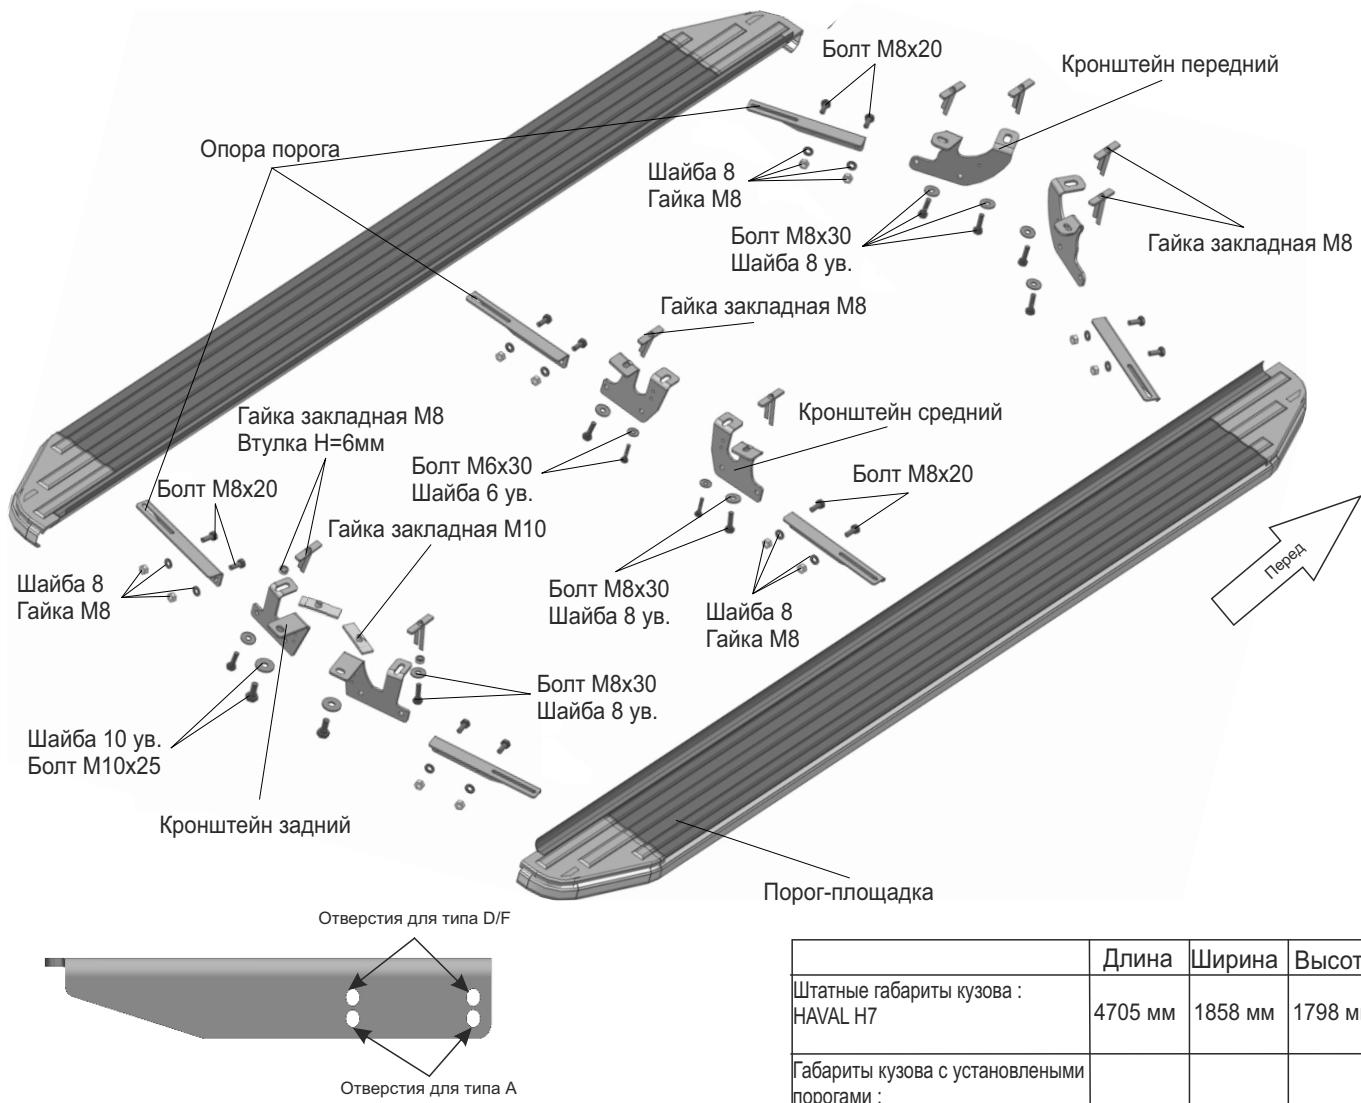

Рис. 1
- Скрепить между собой опоры порога и кронштейны болтами M8x20 с шайбами 8 и гайками M8. (Рис. 1, Рис. 5)